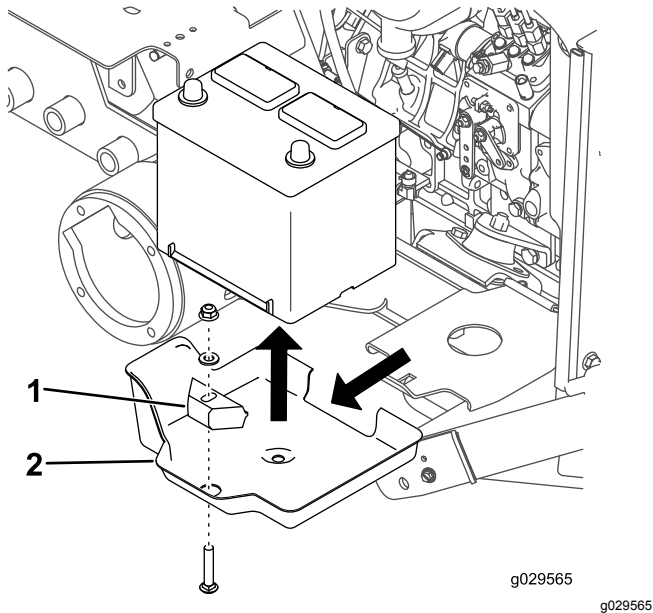

Figura 38
3. Retire o parafuso de carroçaria, anilha, fixador da bateria e porca que prendem a bateria (Figura 38).
4. Retire a bateria do tabuleiro (Figura 38).
5. Retire o tabuleiro da bateria da plataforma da bateria (Figura 38).